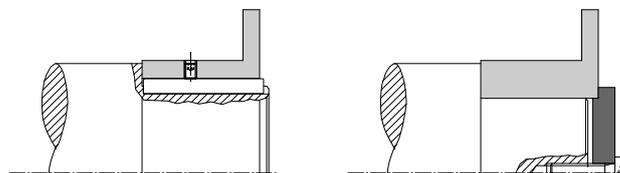

Рис. 5
- ❑ Надеть втулки (1 / 1.4) на валы с помощью подходящего устройства и зафиксировать их по оси (рис. 5).